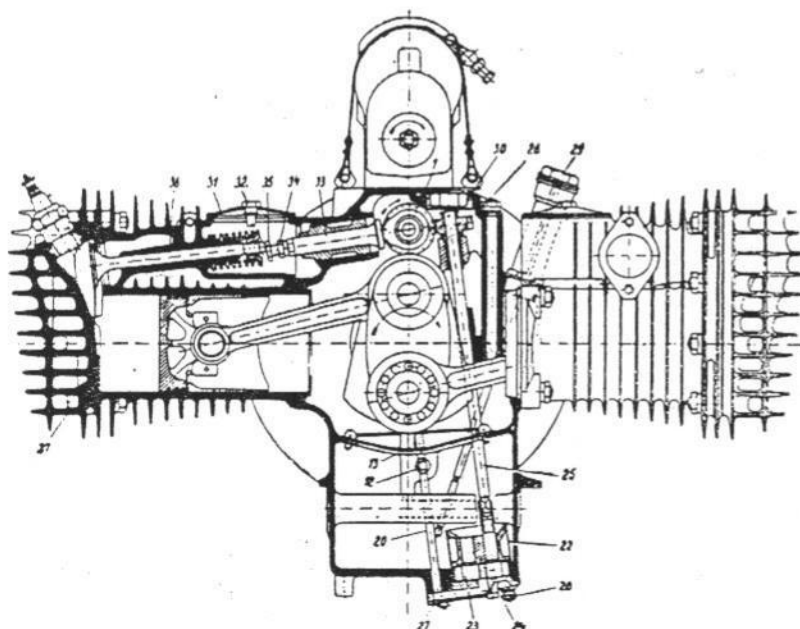

FIG. 1. COUPE PARTIELLE DU MOTEUR.
tiges-poussoir (35) entourées d'une enveloppe (fig. 1).
Une pompe à engrenages, montée dans le fond du carter (Fig. 1), aspire l'huile à travers un filtre (22) ; cette pompe est commandée par l'arbre à cames (1). Par l'intermédiaire de deux roues dentées (23 et 24) dont la seconde reçoit son mouvement de l'arbre (25) et de la roue hélicoïdale (26) actionnée elle-même par la vis sans fin calée sur l'arbre à cames (1).